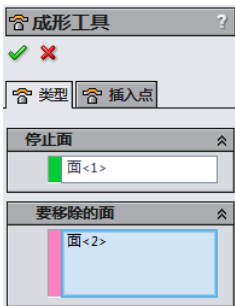
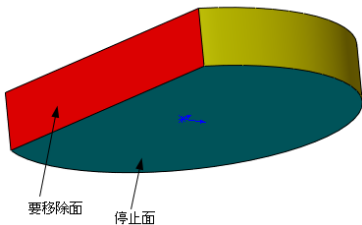

图 8-12 “成形工具”属性管理器
图 8-13 创建成形工具
(3) 单击“钣金”工具栏中的“成形工具”按钮, 或执行“插入”→“钣金”→“成形工具”菜单命令, 弹出图 8-12 所示的“成形工具”属性管理器。在视图区中选择拉伸体底面为停止面, 选择侧面为要移除面, 如图 8-13 所示。然后单击“确定”按钮, 结果如图 8-13 所示。